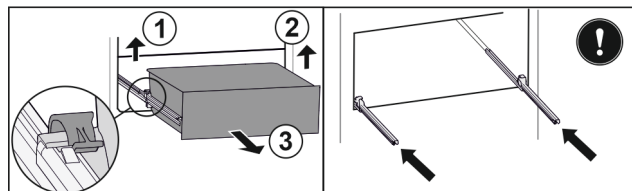

Fig. 38
- ▶ Nadvihnite ľavú svorku a súčasne ťahajte zásuvku vľavo dopredu. Fig. 38 (1)
- ▶ Nadvihnite pravú svorku a súčasne ťahajte zásuvku vpravo dopredu. Fig. 38 (2)
- ▶ Odoberte zásuvku dopredu. Fig. 38 (3)